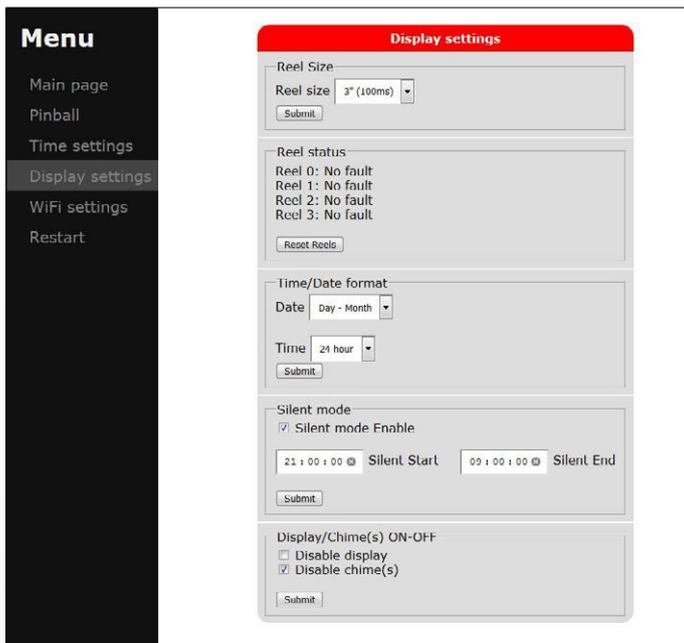

Figure 5. Menu du paramétrage de l'afficheur.
- **Display settings (fig. 5)** : le paramètre *Reel Size* conditionne la vitesse d'avance des rouleaux. La valeur par défaut de 5" devrait convenir à tous les types et marques. Les petits rouleaux de 3" ont été conçus pour un fonctionnement en pas à pas plus rapide (meilleure synchronisation avec le score) et dans ce cas leur rotation semblera plus naturelle s'ils sont accélérés. Une vitesse d'avance rapide est par contre inadaptée aux plus gros (plus anciens) rouleaux.